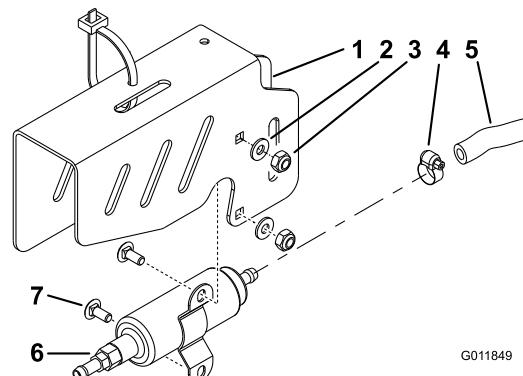

Figura 11
10. Conecte un tubo de combustible corto a la bomba de combustible que retiró anteriormente con una abrazadera, y apriete la abrazadera (Figura 11).
12. Coloque la bomba de combustible en su sitio, y conecte el tubo de combustible corto (3 pulgadas (7,6 cm)) al conector de la parte inferior del depósito de combustible izquierdo con una abrazadera, y apriete la abrazadera. Asegúrese de que el tubo de combustible no está doblado una vez que haya apretado todo (Figura 11).
13. Monte la bomba de combustible en el soporte izquierdo de la bomba de combustible con 2 pernos de cuello cuadrado (1/4 x 5/8 pulgada), 2 tuercas (1/4 pulgada) y 2 arandelas (1/4 pulgada) (Figura 11).